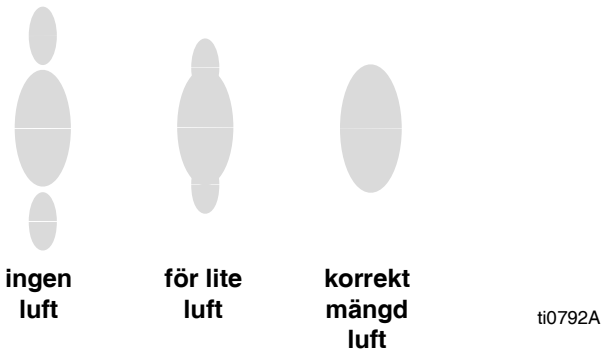

FIG. 7. Problem med sprutmönster
2. Se FIG. 7. Ställ in finfördelningslufttrycket till cirka 35 kPa (0,35 bar, 5 psi) vid aktivering. Kontrollera sprutmönstret, öka sedan lufttrycket långsamt tills svansarna är helt sönderdelade och indragna i sprutmönstret. Överskrid inte lufttrycket 0,7 MPa (7 bar, 100 psi) till pistolen.
3. Se FIG. 7. För ett smalare mönster vrider du mönsterjusteringsventilratten (AA) motsols (utåt). Om mönstret fortfarande inte är tillräckligt smalt ökar du lufttrycket till pistolen något, eller använder ett munstycke i annan storlek.